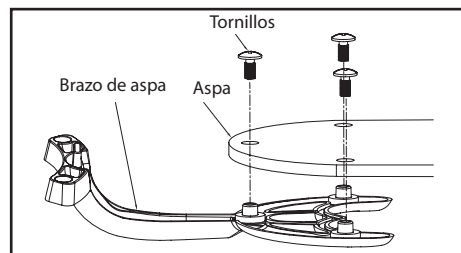

Figura 10
1. Fija el aspa a su soporte usando los tornillos mostrados en la Figura 10. Por favor, ten en cuenta que las arandelas de goma están prefijadas en el soporte del aspa. Inserta el tornillo en el soporte. Repite para los dos tornillos restantes.